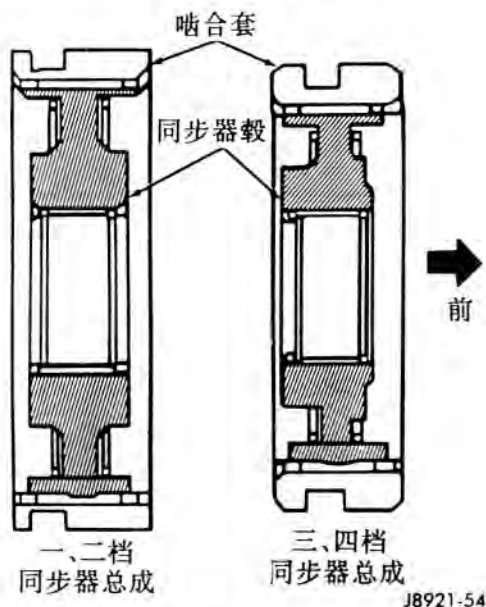

图 54 同步器识别
(7) 组装一、二档和三、四档同步器毂、啮合套, 卡簧和滑块 (图 54)。